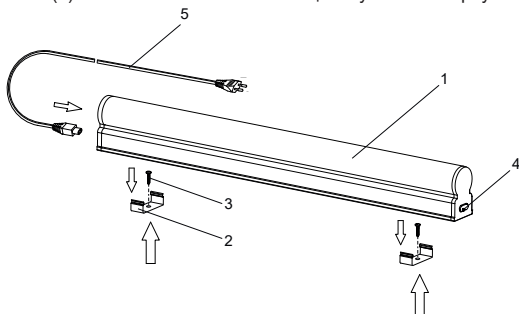

Рисунок 2
4.1 Монтаж светильника (1) на рабочую поверхность производить при помощи монтажных скоб (2) и винтов самонарезающих (3), входящих в набор креплений (рисунок 2). Для монтажа необходимо закрепить две монтажные скобы (2) на стене или потолке и защёлкнуть в них корпус светильника (1).
4.2 Подключение светильника (рисунок 2):
- смонтировать светильник (1) в рабочее положение;
- присоединить сетевой шнур (5) к одной из встроенных в торец светильника вилок. На вилку, расположенную на противоположном торце светильника, установить заглушку (4) (входит в комплект);
- подключить сетевой шнур (5) к бытовой электрической сети 230 В~.